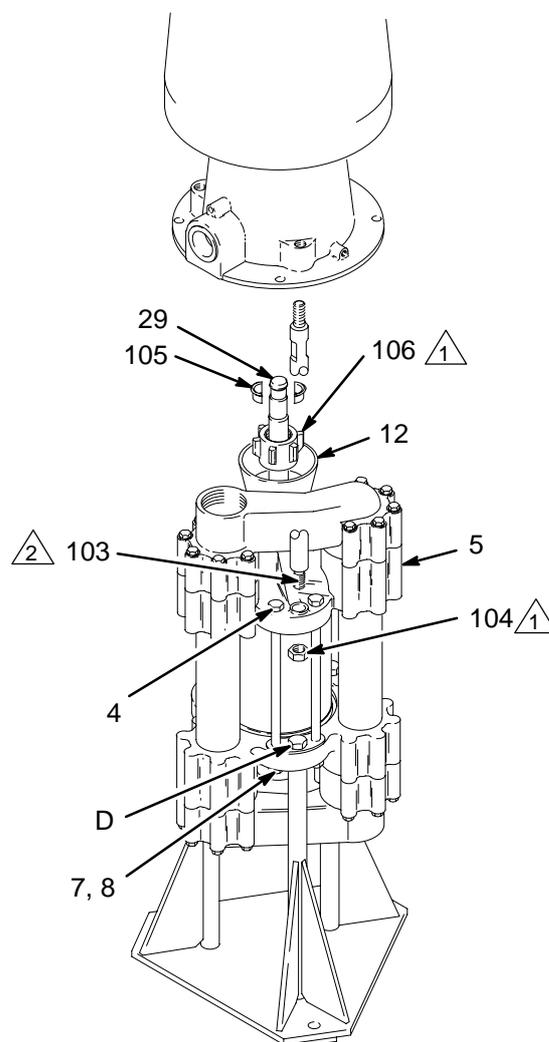

Fig. 8
Para desmontar el motor (vea la Fig. 8)
Para volver a sujetar el motor (vea la Fig. 8)
3. Saque las tuercas (8), las arandelas de seguridad (7) y los seis tornillos de cabeza del cilindro (4). Afloje la tuerca prensaestopas (12). Levante el alojamiento de la válvula de salida (5). Vea la Fig. 8.
6. Desenrosque y saque los tres pernos de la plataforma de la bomba (D). Vea la Fig. 8. Levante y saque el conjunto de la válvula de entrada de la plataforma. Coloque el alojamiento de la válvula de entrada (6) cara abajo sobre una superficie protegida.